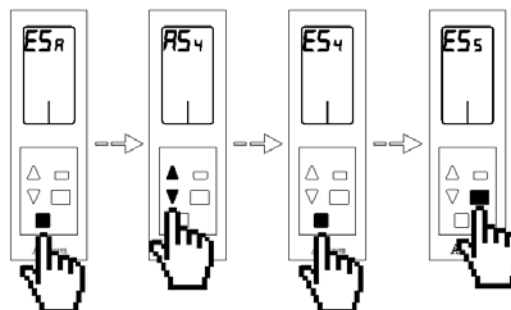

Fig. 100
- **Asociar una salida de control secundaria:** Si desea añadir una salida de control más, seleccione  $R$  y pulse el botón de confirmación  para acceder al menú de asociación (Fig. 100). Si no le aparece esta opción significa que no hay salidas disponibles para asociar.
Mediante las flechas  $\Delta$ / $\nabla$  indique el valor que desea asociar y pulse el botón de confirmación . A continuación, el menú le mostrará el valor de la siguiente salida disponible. Si le muestra el valor  $n$  indica que no hay más salidas disponibles en el sistema. Si no desea asociar otra salida, pulse el botón salir  para volver al menú anterior. (Fig. 100)